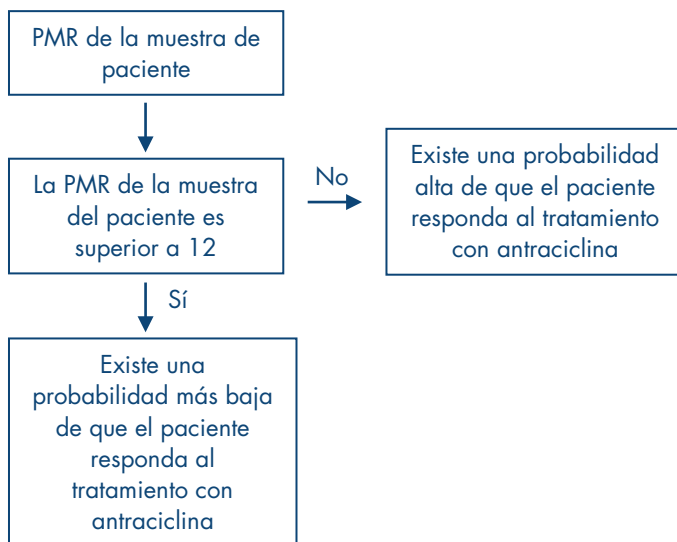

Figura 16. Interpretación de los resultados de PMR de muestras de un paciente con el kit *thetascreen* PITX2 RGQ PCR.
médico encargado del tratamiento acerca de la probabilidad de que el paciente responda a la quimioterapia basada en antraciclina. Si la PMR obtenida es igual o inferior a 12, es probable que el paciente responda a la quimioterapia basada en antraciclina. Por el contrario, si la PMR obtenida es superior a 12, se puede proponer un tratamiento alternativo, ya que existe una probabilidad menor de que el paciente responda a la quimioterapia basada en antraciclina (Figura 16).
* La interpretación del resultado de la PMR válido de la muestra de la prueba se explicó anteriormente (consulte la Figura 16).